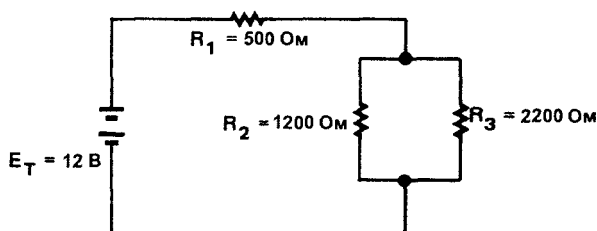

Рис. 5-21.
5. Чему равен общий ток в цепи, изображенной на рис. 5-21?